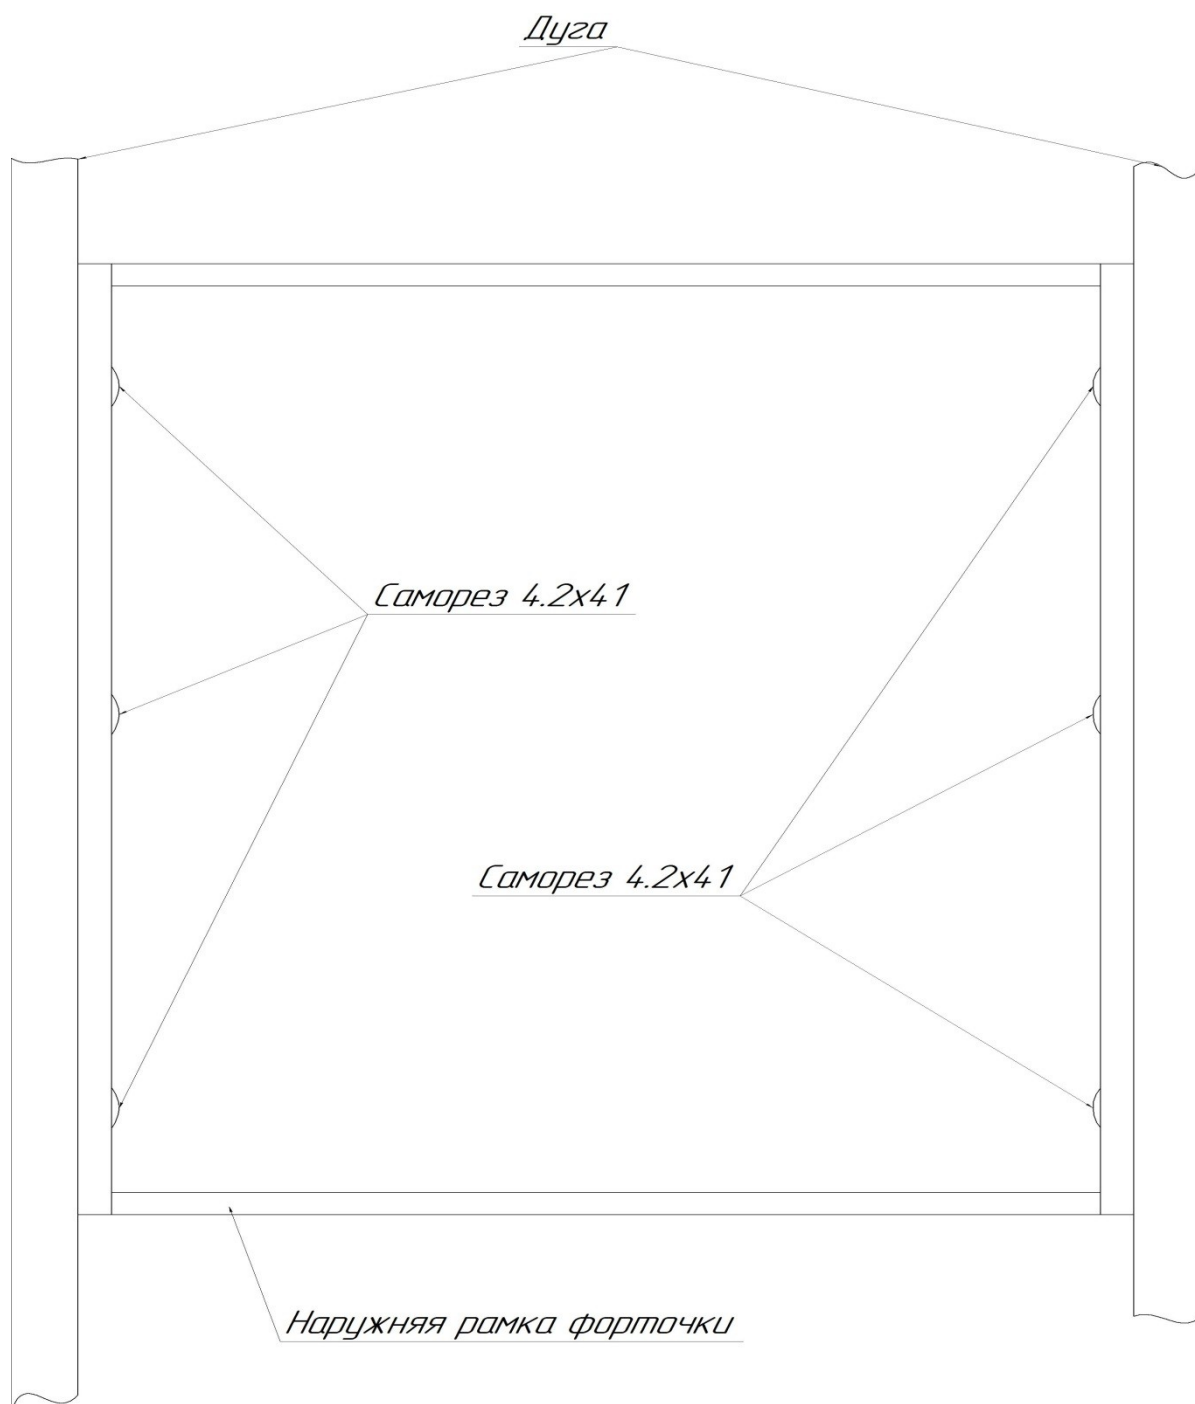

Рисунок 1 Схема крепления наружной рамки к дугам
1. Приложите наружную рамку с внутренней стороны теплицы в плотную к одной из дуг между верхним и боковым стрингером. Прикрутите наружную рамку форточки при помощи саморезов 4.2x41 к дуге (смотри рисунок 1).